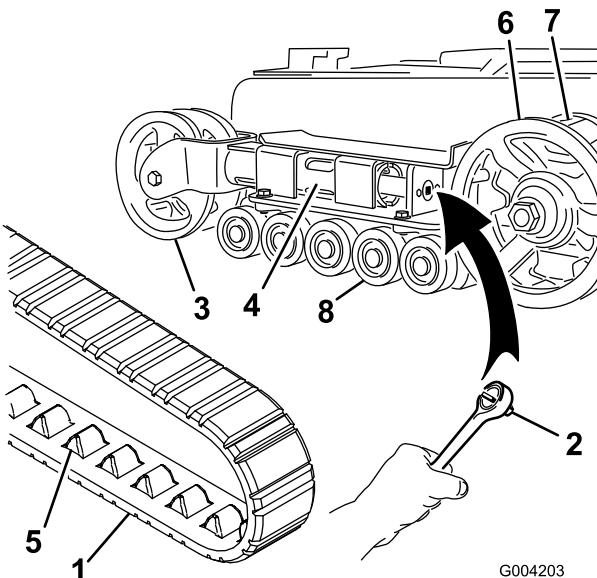

Figure 63
4. A l'aide d'un entraînement carré de 1/2 po (Figure 63), tournez la vis de tension dans le sens
4. A l'aide d'un entraînement carré de 1/2 po, tournez la vis de tension dans le sens horaire pour détendre la transmission (Figure 62 et Figure 63).
5. Poussez la roue de tension vers l'arrière de la machine pour appuyer le tube de fourche contre le châssis (Figure 63). (S'il ne touche pas le châssis, continuez de tourner la vis de tension jusqu'à ce qu'il le touche).
7. Lorsque la chenille est déchaussée, retirez-la du barbotin et des galets de roulement (Figure 63).
8. Pour installer la chenille neuve, commencez par l'enrouler autour du barbotin, en veillant à ce que les crampons s'engagent correctement entre les entretoises du barbotin (Figure 63).
9. Poussez la chenille sous et entre les galets de roulement (Figure 63).